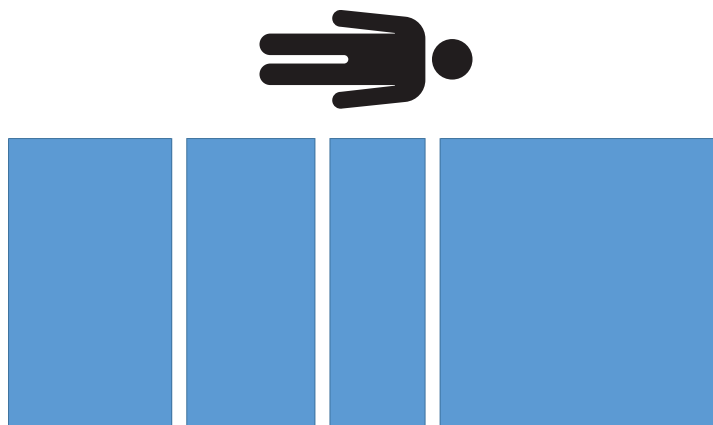

Figura 26 – Test di ripetibilità - Nessun peso
2. Rimuovere tutti i pesi calibrati dal prodotto (Figura 26).